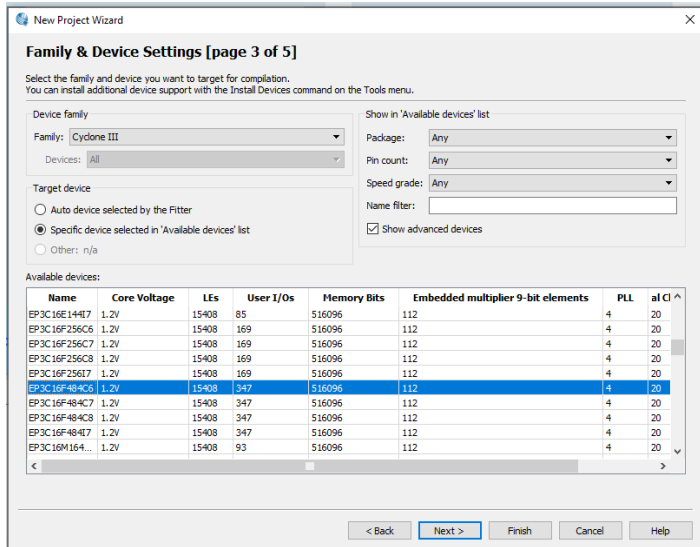

Figura 5
3. Seleccionamos el chip que vamos a utilizar. En la sección *Device family* elegimos *Cyclone III*, y luego en la lista de *Available devices* elegimos el chip de la placa *EP3C16F484C6*. Ver Figura 5.